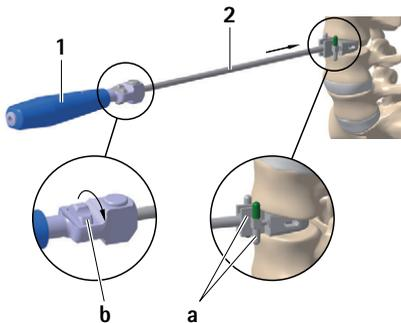

Abb. 1
- ▶ Meißelführung **2** mit gewünschter Implantathöhe und Winkel auf den Griff **1** montieren, siehe Abb. 1.
- ▶ Rad **b** im Uhrzeigersinn drehen und Sicherheitsstopp **a** auf kürzeste Meißellänge einstellen, siehe Abb. 1.
- ▶ Meißelführung **2** mittig in den Bandscheibenraum einführen und Sicherheitsstopp **a** unter Röntgenkontrolle auf gewünschte Meißeltiefe einstellen, siehe Abb. 1.